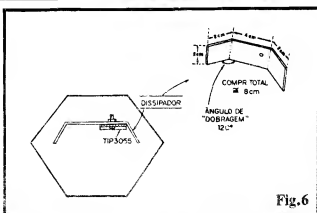

Fig. 6
- FIG. 6 - DISSIPANDO O CALOR NO TIP3055. - Embora o disparo sonoro se dê em manifestação intermitente e - na maioria dos sistemas de alarme - com temporização geral (que emudece o alarme após alguns minutos de funcionamento...), é de se esperar um razoável aquecimento no transistor de Potência, sob condições reais de uso ativo (sdirene disparada...). Assim, um moderado dissipador de calor deve ser acoplado ao TIP3055, nos moldes do diagrama: uma lâmina de alumínio, nas dimensões relacionadas no item OPCIONAIS/DIVERSOS da LISTA DE PEÇAS, e dobrada de acordo com as instruções do presente diagrama... Elaborado o dissipador, basta fazer-lhes um furo, meio "fora de centro", experimentando antes a posição geral de modo que as duas abas dobradas "acompanhem" a angulação dos lados do hexágono/base (placa de Circuito Impresso...). Parafuso e porca prendem, então, o dissipador à lapela metálica do transistor, com firmeza, de modo a haver boa transferência de calor...